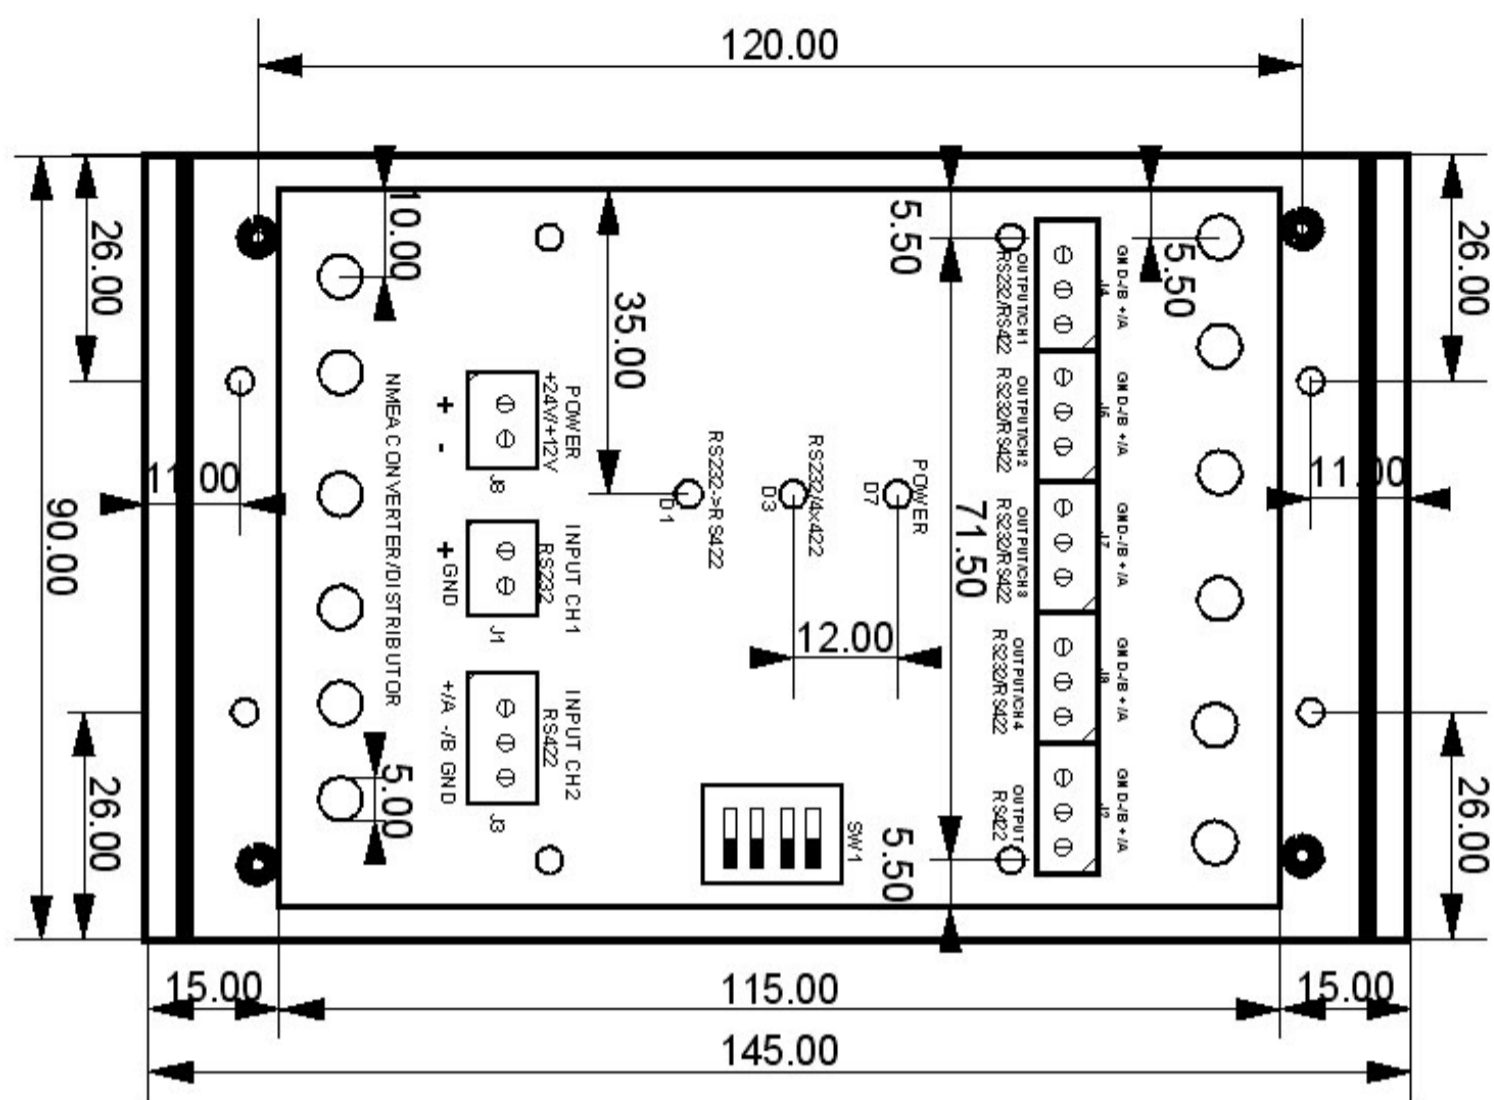

Рис. 2
2. Основание блока закрепить с помощью винтов-саморезов (см. Рис. 2);
5. С помощью движкового DIP-переключателя SW1 расположенного на печатной плате (см. Рис. 2), установить режим работы блока. Установка режима производится согласно Табл. 1. Таблица истинности нанесена на внутренней поверхности крышки.
Габаритные, установочные размеры блока NMEA Converter/Distributor, а также расположение монтажных клемм и движкового переключателя на печатной плате приведены на Рис. 2.